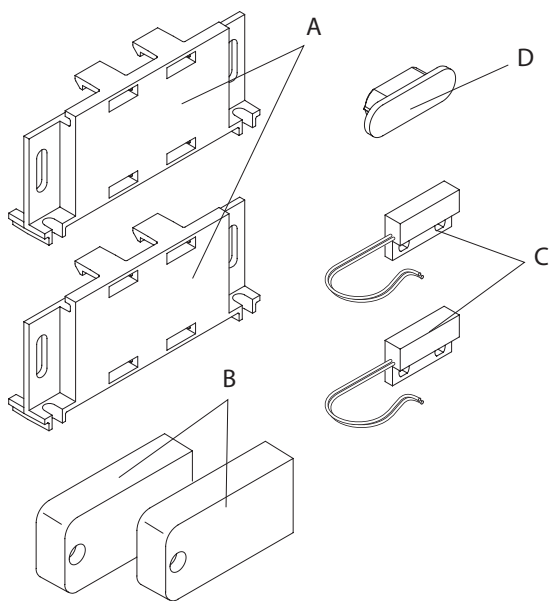

Fig.1
- 2 magneten op kunststof steun, te plaatsen op de steunen van de eindschakelaars of tandlat (Fig.1-A)
- 2 kunststof steunen voor magnetische sensoren (Fig.1-B)
- 2 magnetische sensoren met een NC contact (Fig.1-C)
- 1 deksel om de behuizing van de veer te sluiten (Fig.1-D)
De magneten zijn voorzien van een speciale behuizing (Fig.1-A). De magneten moeten bevestigd worden op de steunen van de eindschakelaars of tandlat, waardoor de sensoren worden aangestuurd als deze er dichtbij komen.